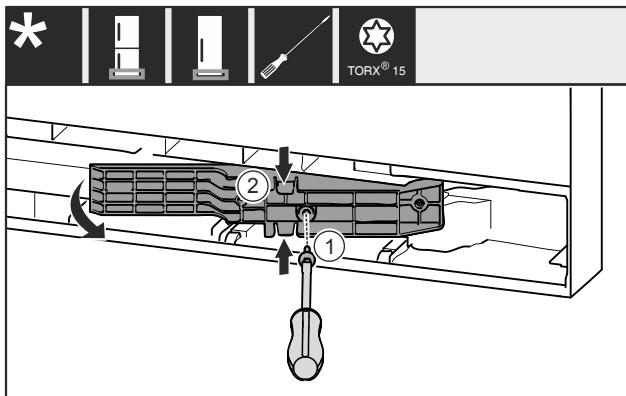

Fig. 19*
- ▶ Schraube Fig. 19 (1) entfernen.*
- ▶ Adapterstück Fig. 19 (2) oben und unten leicht zusammendrücken und herausziehen.*